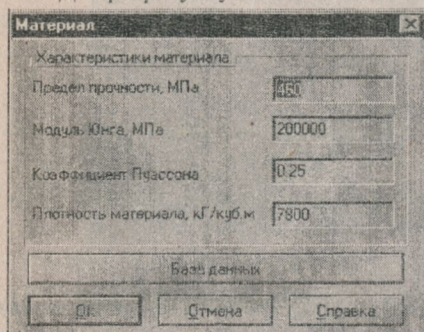

Рис. 1.8 Діалогове вікно для введення характеристик
- ввести в діалоговому вікні (рис. 1.8).